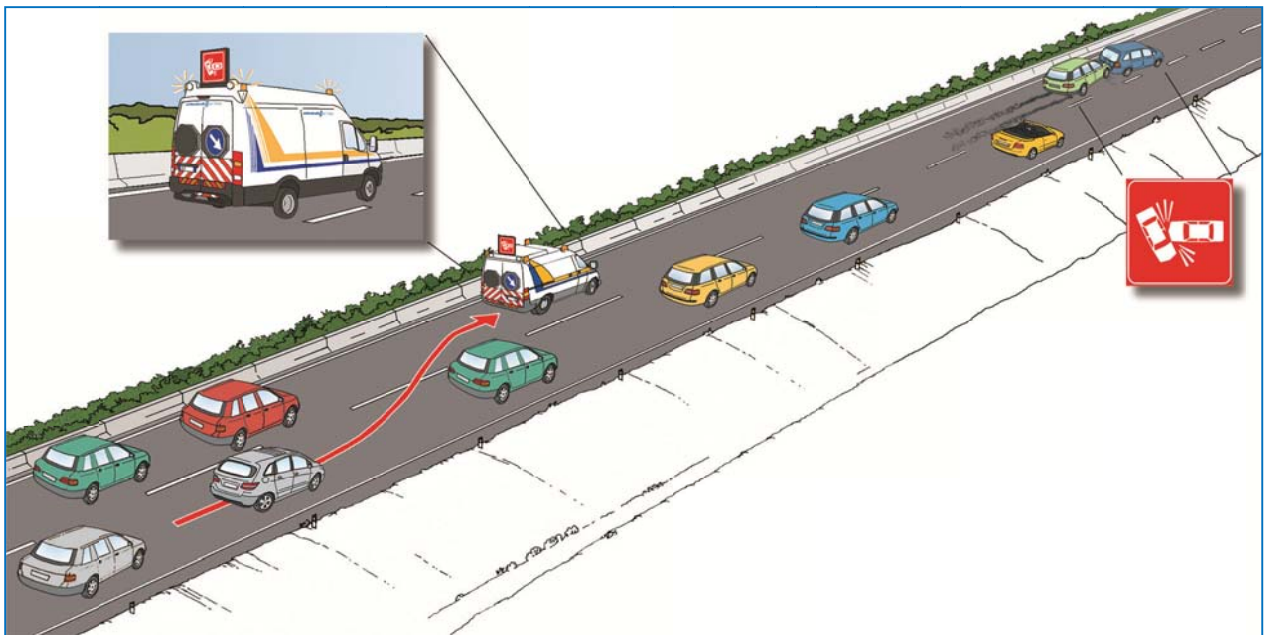

Fig. 20
- accendere l'indicatore di direzione obbligatoria per il lato corrispondente alla corsia o corsie libere (destra nel caso in fig.20)